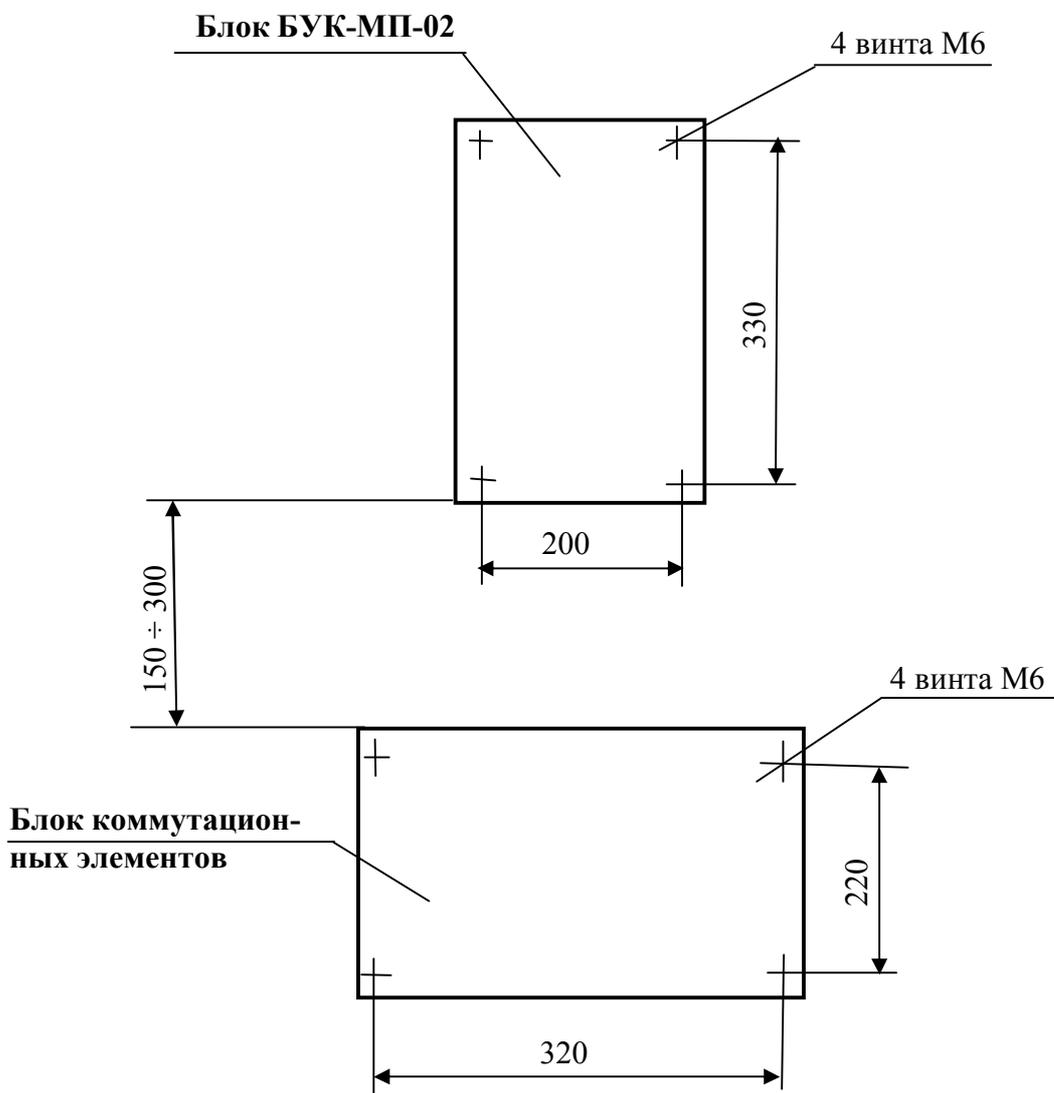

Рис. 1. Разметка под установку блока БУК-МП-02 и блока коммутационных элементов
2.2.1. Блок **БУК-МП-02** устанавливается на вертикальной плоскости (щите) на высоте 1500-1700 мм от уровня пола. Блок коммутационных элементов (для подключения внешнего монтажа) располагается на расстоянии 150 – 300 мм ниже блока. См. рис.1